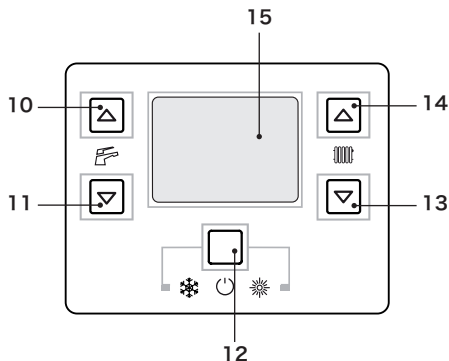
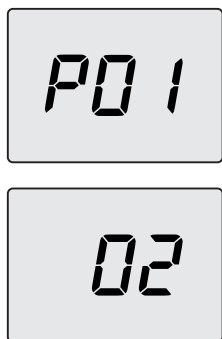
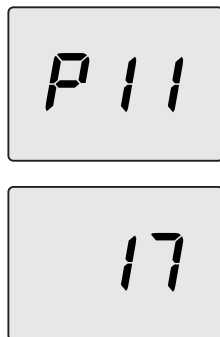

图 5.35
图 5.36
图 5.37
- 进入“编程模式”：同时按 12-13-14 键 10 秒 (图 5.35) 直到 LCD 显示屏显示字母 **P01**，并交替显示参数值，提示“参数 01”输入项 (图 5.36)。
- 使用 13 或 14 键滚动通过各种参数，直到 LCD 显示屏显示字母 **P15** 和参数值，指示“参数 11”的输入项 (图 5.37)。
- 按 12 键 (图 5.35) 确认插入值。
- 同时按 12 和 13 键 (图 5.35)，则会退出，并且不改变数值 (返回参数列表图 5.37)。
- 同时按下 12-13-14 键 10 秒 (图 5.35) 退出“编程模式”。